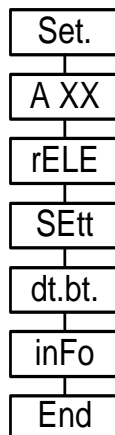

Рис. 1
10.5 **Вход в режим настройки** осуществляется нажатием на обе кнопки сразу – появится индикация **Set** (настройка) и приглашение ввода адреса настраиваемого устройства. После правильного ввода адреса (указан в паспорте БК) высвечивается «rELE» происходит вход в основное меню (рис.1). Выход из режима настройки произойдет само собой в конце меню настройки.